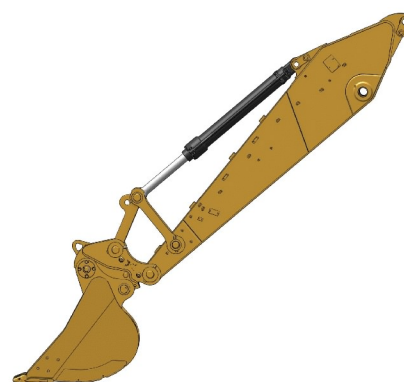

Ilustración 351
1. Cuando usa un acoplador rápido con sujetapasador hidráulico, se puede conectar un cucharón que esté en posición invertida. Observe la ilustración 351 para obtener un ejemplo de cómo conectar un cucharón que esté en posición invertida.